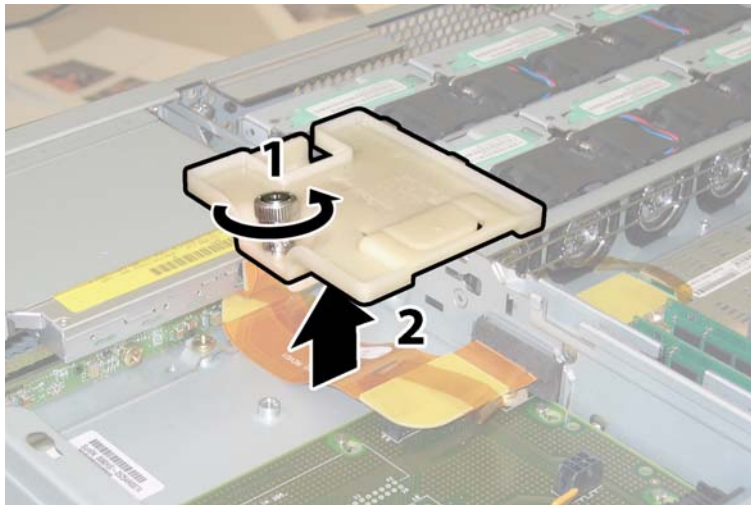

图 3-59 拆卸软线缆固定架
7. 旋下固定软线缆固定架的弹簧指旋螺丝，并将此固定架从机箱中卸下。请参见图 3-59。